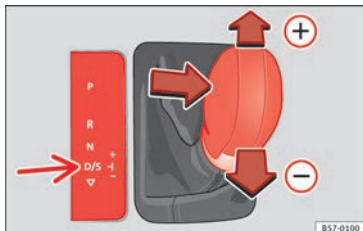

Fig. 182 Console centrale: cambio del rapporto di marcia con tiptronic.
- Tirare la leva selettoria in avanti (+) per inserire una marcia superiore » **fig. 182**.